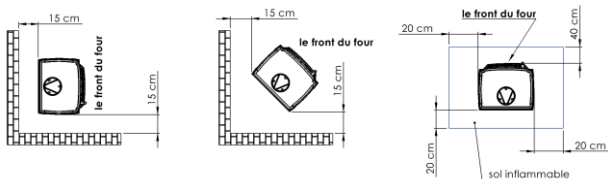

Fig.2. Distances de sécurité du four.
- positionner le four sur une surface inflammable avec une saillie minimale de 0,4 m. mesurée à partir de l'avant du four et un minimum de 0,2 m. mesuré à partir des côtés et de l'arrière du four (voir Fig. 2).